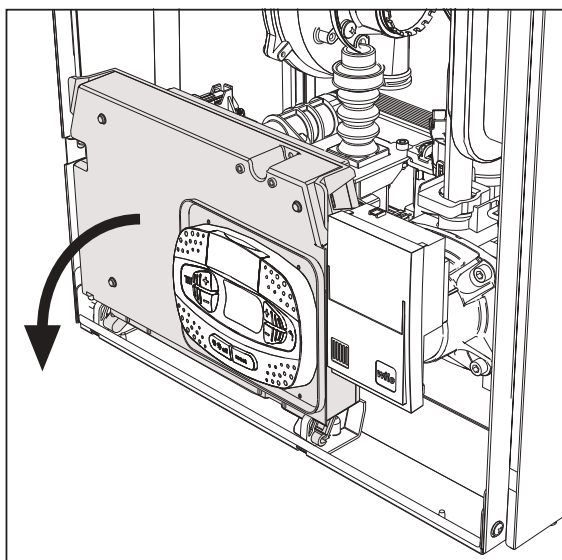
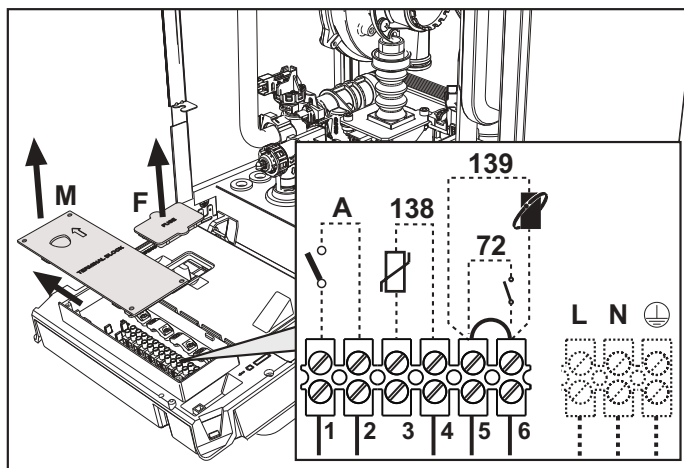

fig. 19
fig. 20
Tras quitar el panel frontal (*** 'Apertura del panel frontal' on page 32 ***), es posible acceder a la regleta de conexión (M) y al fusible (F) según las indicaciones siguientes (fig. 19 e fig. 20). **Los bornes indicados en la fig. 20 deben tener contactos secos (no 230V).** La posición de los bornes para las diferentes conexiones también se ilustra en el esquema eléctrico de la fig. 62.